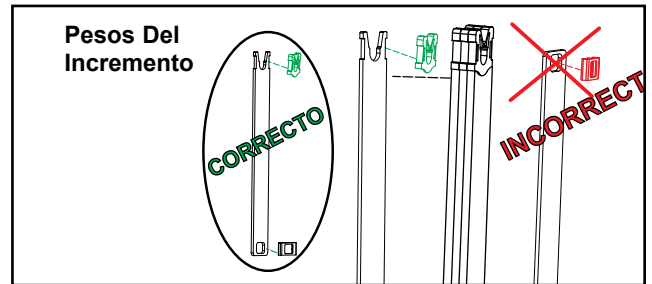

Figura 10
- I. Reinstalar los seis pesos del incremento que fueron quitados en el paso 6A. Véase El Figura 10.